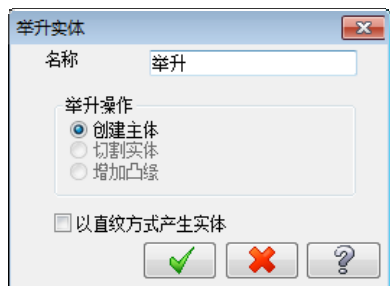
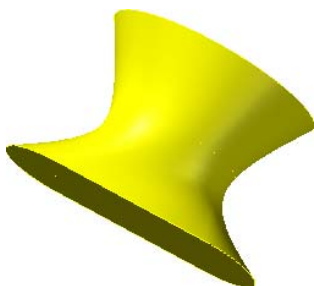

图 7-22 “举升实体”对话框
图 7-23 举升实体的创建
- 04 系统弹出“举升实体”对话框，如图 7-22 所示，单击对话框中的“确定”按钮，即可完成举升实体的创建操作，结果如图 7-23 所示。